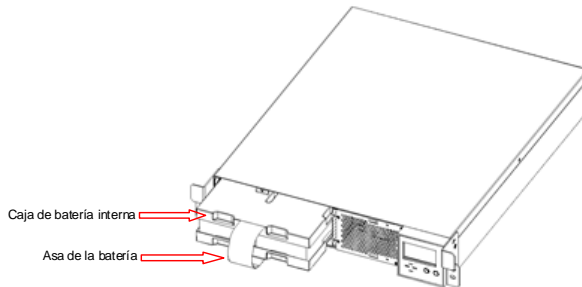

Figura 8-3 Extraiga la caja de la batería interna
- 4) Sujete el asa de la batería y extraiga la caja de la batería interna del SAI. Como se muestra en la Figura 8-3.